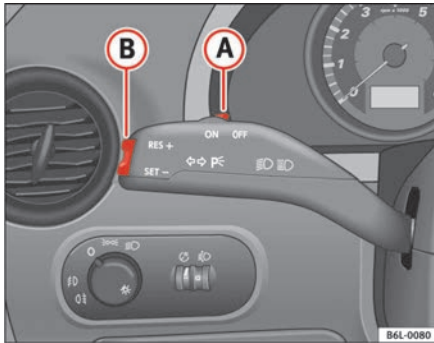

Abb. 107 Blinker- und Fernlichthebel: Schalter und Wippe für die Geschwindigkeitsregelanlage
- Drücken Sie den unteren Teil der Wippe **SET** ⇒ Abb. 107 **(B)** einmal kurz, wenn die zu speichernde Geschwindigkeit erreicht worden ist.